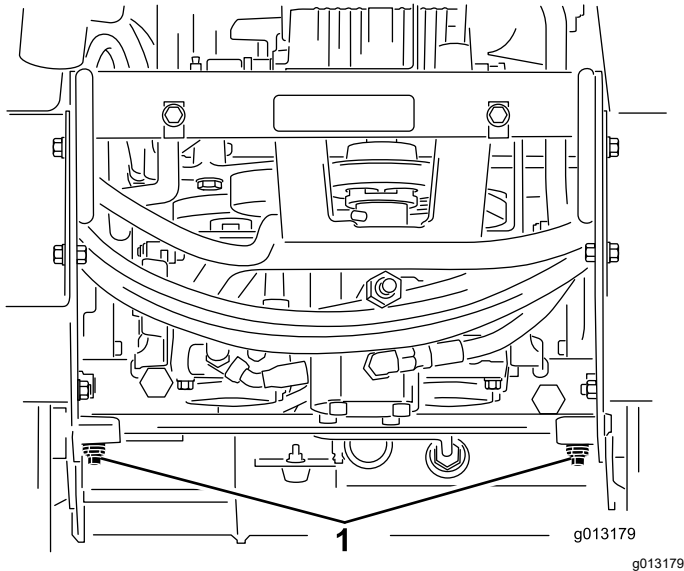

Figure 20
4. À l'aide d'une clé, donnez deux tours dans le sens antihoraire aux vannes de remorquage situées sur les pompes hydrauliques (Figure 20).